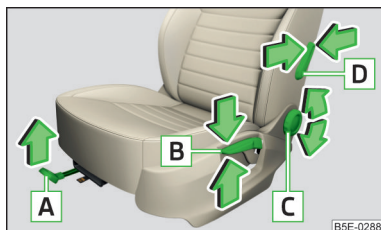

Fig. 71
**Organes de commande du siège** » fig. 71